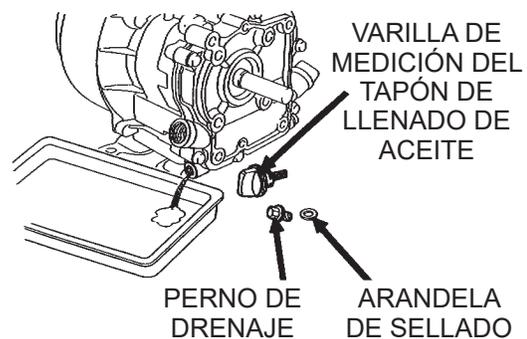

Figura 33. Drenaje de aceite del motor
2. Drene el aceite del motor mientras el aceite esté tibio, como se muestra en la (Figura 33).